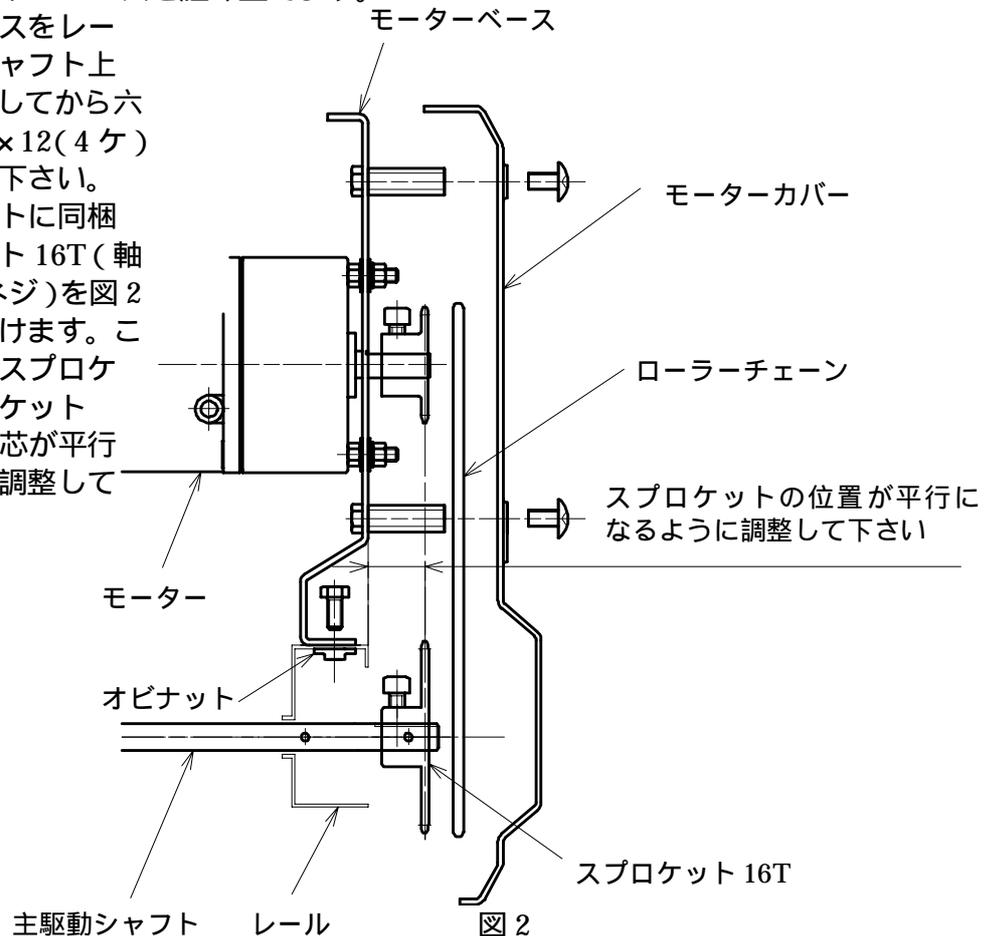

図 2
- (3) 図 2 を参考にモーターベースを組み立てます。
- (b) 主駆動シャフトに同梱のスプロケット 16T(軸径 10 押しネジ)を図 2 のように組付けます。この時モーター sprocket とスプロケット 16T の歯の軸芯が平行になるように調整して下さい。